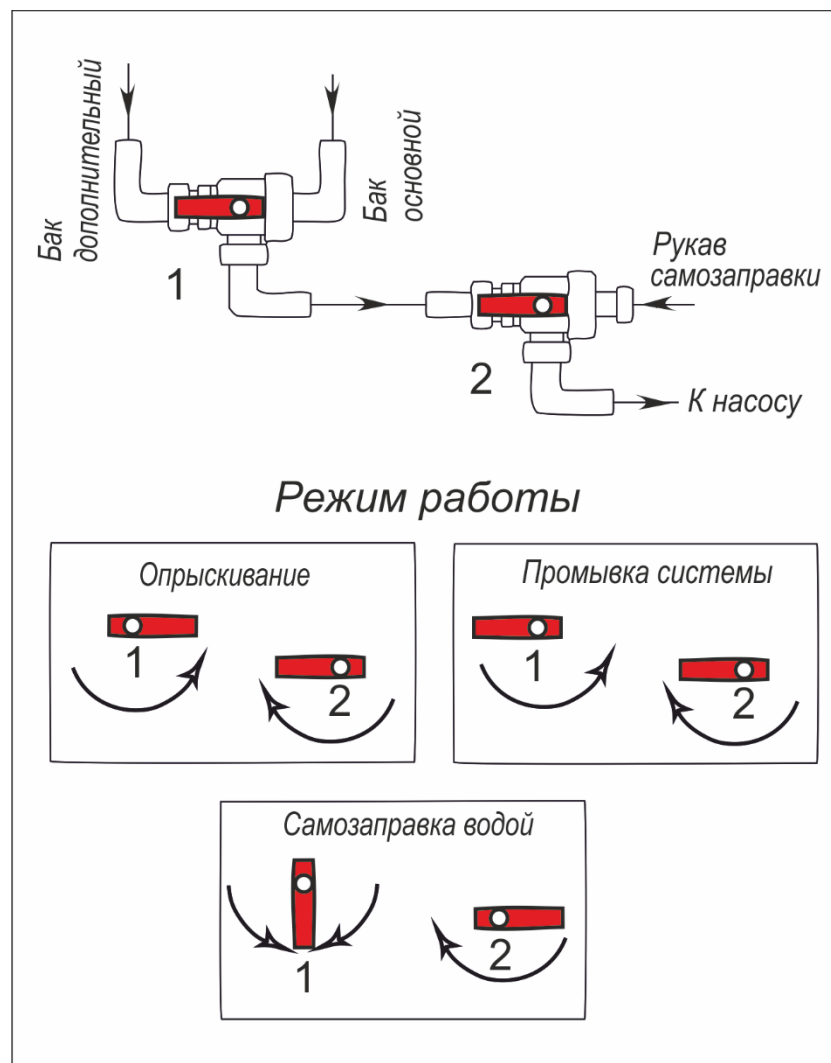

Рис. 9. Положения рукояток трехходовых кранов при различных режимах работы.
5.4.1. Опрыскиватель может работать в следующих режимах (рис. 9):
- б). Установить рукоятки трехходовых кранов 2 и 3 (рис. 9) в положение «Опрыскивание».
- а). Установить рукоятки трехходовых кранов 2 и 3 (рис. 9) в положение «Опрыскивание».